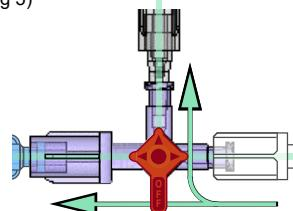

Abbildung 5 – Kontrastmittelinjektion (Einsparung EINGESCHALTET)
- a. Um Kontrastmittel während einer Kontrastmittelinjektion einzusparen, richten Sie den DyeVert Power XT-Einweghahn so aus, dass er in Richtung des Ventilauswahl-Einweghahns und des Katheters AUF ist. (siehe Abbildung 5)